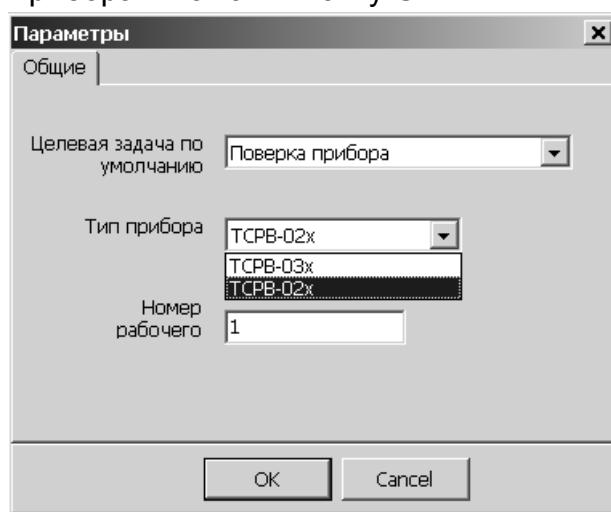

Рис.7. Вид окна «Параметры».
- в появившемся окне **Параметры** (рис.7) выбрать из списка требуемый тип прибора и нажать кнопку **OK**.